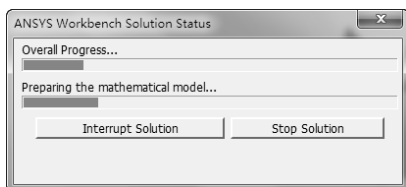

图 9-21 求解进度条
1) 单击工具栏上的【Solve】按钮  Solve ▾，启动求解，系统弹出进度条，表示正在求解。求解完成后进度条自动消失，如图 9-21 所示。